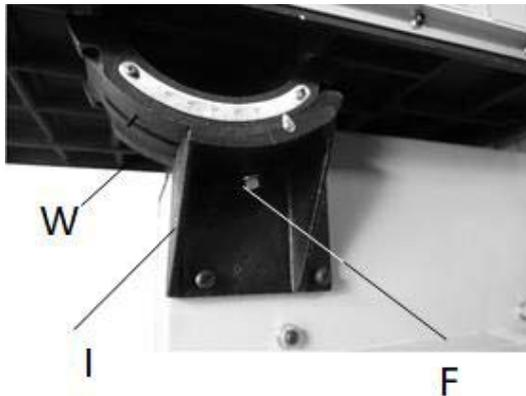

Abb. 9: Montage des Arbeitstisches
Schritt 3: Befestigen Sie den Arbeitstisch (Pos. W, Abb. 9) mittels Befestigungsschraube (Pos. F, Abb. 9) und Mutter an der Schwenkvorrichtung (Pos. I, Abb. 9).